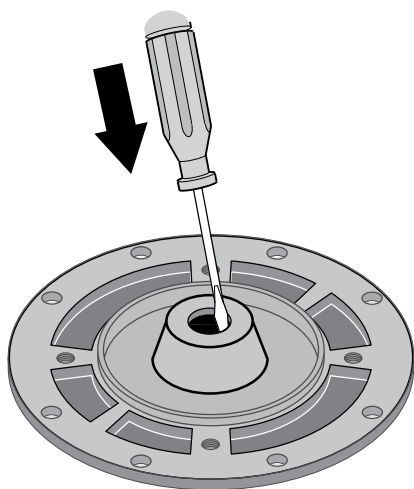

Figure 17 : Chasser le joint
5. Poser la moitié de la surface de la plaque d'étanchéité (en l'orientant vers le bas) sur une surface plane, puis chasser la moitié fixe du joint (voir la Figure 17).